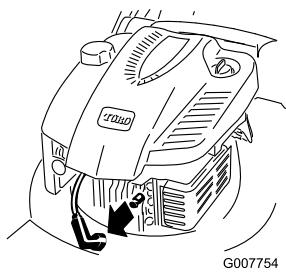

Figura 22
- Staccate il cappellotto dalla candela (Figura 22) prima di eseguire interventi di manutenzione.